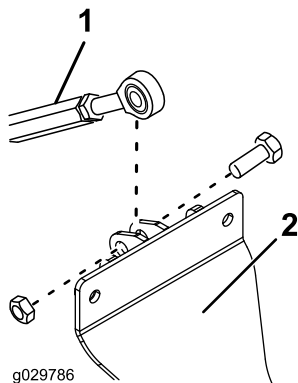

図 5
6. ねじ山付きリンクの端をシリンダサポートアセンブリに固定する ボルト 1/2 x 1-1/2 インチ 1本、ロックナット 1/2 インチ 1個を使用して図 5 のように取り付ける。